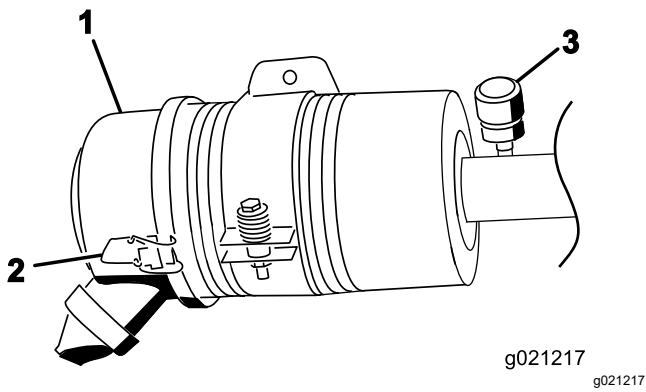

Figure 81
Faites l'entretien du filtre à air uniquement quand l'indicateur de colmatage indique que cela est nécessaire (Figure 81). Changer le filtre à air prématurément ne fait qu'accroître le risque de contamination du moteur par des impuretés quand le filtre est déposé.
2. Desserrez les attaches qui maintiennent le couvercle sur le boîtier du filtre à air (Figure 81).